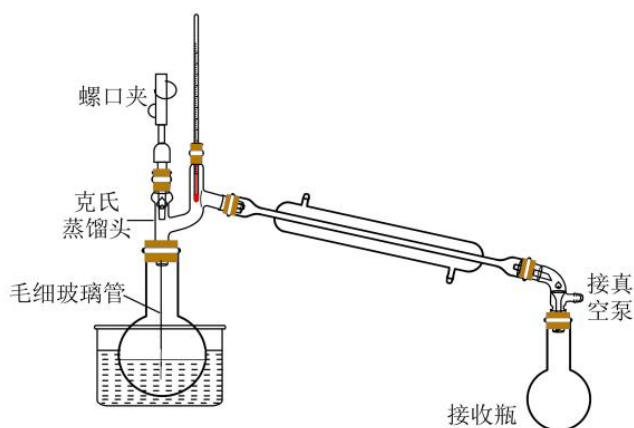

图2
(4)利用图 2 装置完成步骤④，减压蒸馏中毛细玻璃管的作用是_____。
(5)步骤⑤中采用抽滤，与常压过滤相比，抽滤的优点是_____。